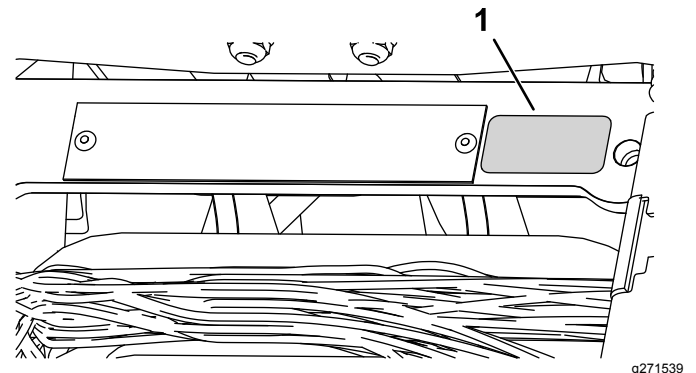

Figure 12
- Appliquez l'autocollant de l'année de production près de la plaque du numéro de série (Figure 12).